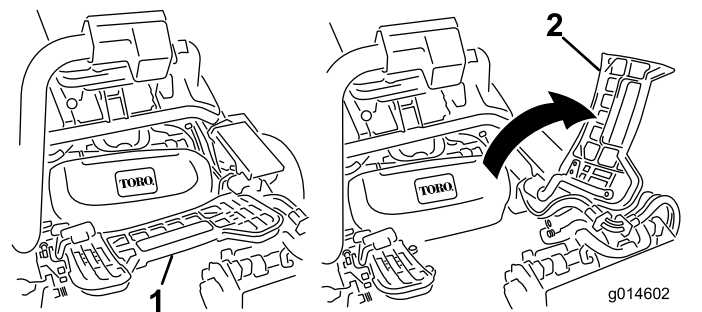

Bild 53
2. Heben Sie die Fußplattform an und schwenken sie in die geöffnete Stellung, um die Stellung der mittleren Schneideinheit zugänglich zu machen (Bild 53).